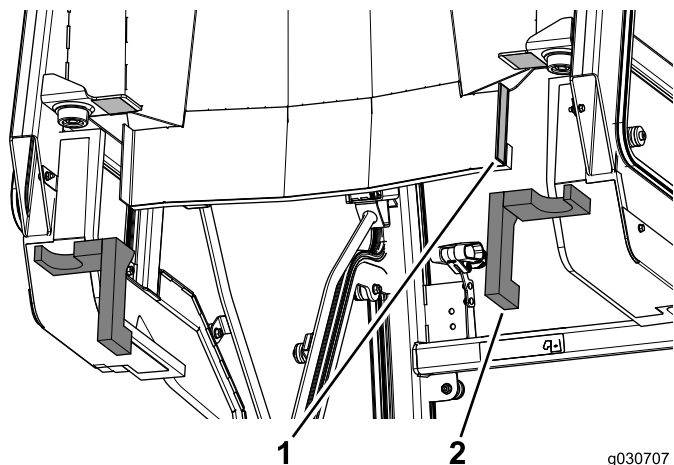

Figura 14
1. Retire el papel protector de la cinta de doble cara de la parte trasera de la cabina (Figura 14).
2. Aplique los burletes de espuma traseros laterales a la cabina (Figura 14).